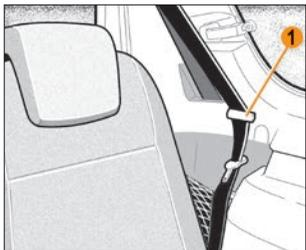

Рис. 2.3.4. Крючок для фиксации ремня безопасности
- пропустите ремни безопасности через крючки **1** (рис. 2.3.4);